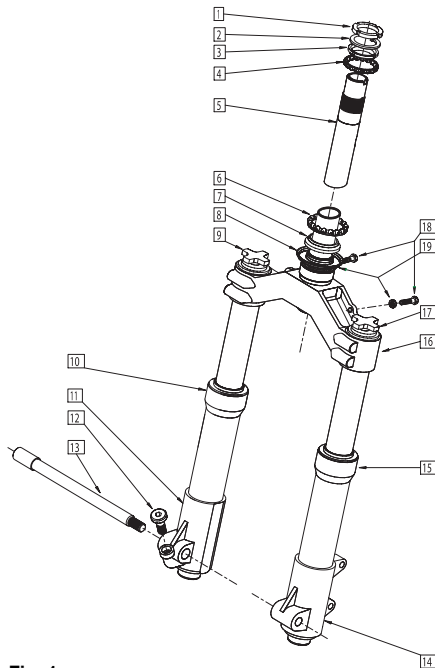

Fig. 1
- 4) Svitando la vite che lo fissa al tubo di sterzo (part. 5, **Fig. 1**) togliere il manubrio dalla forcella e rovesciarlo in avanti avendo cura di non danneggiare i vari cavi ad esso collegati.
- 5) Svitando la ghiera e l'anello cuscinetto superiore (part. 1-3, **Fig. 1**) si può ora smontare la forcella ORIGINALE dal vostro scooter, avendo cura di non danneggiare le due ralle a sfere (part. 4-6, **Fig. 1**). Togliere il cavo del contachilometri dalla sua sede di ancoraggio sul parafrangente ed il tubo del
- 4) Unscrew the screw that fastens the handlebar to the steering tube (part. 5, **Fig. 1**) and then remove the handlebar from the fork and turn it upside down, paying attention to avoid damage to the cables connected.
- 5) After unscrewing the lock nut and the upper bearing ring (part. 1-3, **Fig. 1**), you can now remove your scooter's ORIGINAL fork, paying attention not to damage the two ball-bearing fifth wheels (part. 4-6, **Fig. 1**). Remove the odometer cable from its anchor point on the fenders and the front brake tube.
- 4) Lösen sie die Schraube mit der der Lenker am Schaftrohr befestigt ist (Teil 5, **Fig. 1**), ziehen sie dann den Lenker vom Schaft und drehen sie ihn auf den Kopf; achten sie dabei darauf keine Kabel und Züge zu beschädigen.
- 5) Lösen sie die Kontermutter des Steuersatzes und entfernen sie den oberen Lagerring (Teil 1-3, **Fig. 1**). Sie können nun die Originalgabel entfernen. Achten sie dabei darauf dass sie die Lagerringe des Steuersatzes nicht beschädigen (Teil 4-6, **Fig. 1**). Lösen sie die Tachowelle und die Bremsleitung
- 7) Smontare dalla forcella originale l'anello cuscinetto inferiore ed il parapolvere avendo cura di non danneggiarli (part. 7-8, **Fig. 1**).
- 7) Remove the lower bearing ring and the dust cover from the original fork, paying attention to avoid damage (part. 7-8, **Fig. 1**).
- 7) Nehmen sie den unteren Lagerring und den Staubschutz von der originalen Gabel, achten sie dabei darauf diese nicht zu zerstören. (Teil 7-8, **Fig. 1**).
I T A L I A N O	<p>1.2) Per le forcelle 46 9627 e 4613086: Dopo aver pulito accuratamente la sede di montaggio del disco freno sulla ruota originale inserire il nuovo disco freno prestando attenzione al senso di rotazione inciso sul disco. Fissare il disco freno con le 5 viti fornite nel kit chiudendole a croce ed utilizzando un buon blocca filetti tipo Loctite 242. Chiudere le 5 viti con una coppia di 12 Nm.</p> <p>2) Montare il parapolvere (part. 8, Fig. 1) sulla nuova forcella Malossi.</p> <p>3) Montare l'anello cuscinetto inferiore (part.7, Fig. 1) sulla forcella Malossi avendo l'accortezza di portarlo ad una temperatura non superiore ai 150 °C al fine di facilitare l'inserimento nella propria sede, avendo cura di non danneggiare in nessun modo la sede di scorrimento delle sfere.</p> <p>4) Montare sulla forcella Malossi i due bulloncini (part. 18, Fig. 1) con i rispettivi controdadi (part. 19, Fig. 1) che servono per regolare le battute di fine corsa dello sterzo.</p>
E N G L I S H	<p>1.2) For 46 9627 - 4313086 forks: After thoroughly cleaning the assembly seat for the brake disc on the original wheel, insert the new brake disc while respecting the rotation direction cut into the disc. Fasten the brake disc in place using the 5 screws supplied in the kit by cross procedure and then using a good thread glue such as Loctite 242. Tighten these 5 screws to a torque of 12 Nm.</p> <p>2) Assemble the dust cover (part. 8, Fig. 1) on the new Malossi fork.</p> <p>3) Assemble the lower bearing ring (part. 7, Fig. 1) on the Malossi fork, while taking the measure of heating it to a temperature of no more than 150°C in order to facilitate insertion in the housing and paying attention not to damage the ball bearing housing.</p> <p>4) Assemble the two bolts (part. 18, Fig. 1) with their lock nuts (part. 19, Fig. 1) that serve for the adjustment of the steering stroke end points on the Malossi fork.</p>
D E U T S C H	<p>1.2) Für 46 9627 und 4313086 Gabeln: Reinigen sie den Sitz der Bremsscheibe auf dem originalen Rad gründlich, montieren sie dann die neue Bremsscheibe unter Beachtung der Laufrichtung. Ziehen sie die 5 mitgelieferten Schrauben über Kreuz bis zu einem Anzugsmoment von 12 Nm an., Benutzen sie dabei einen Schraubensicherungskleber (Loctite 242).</p> <p>2) Montieren sie den Staubschutz (Teil 8, Fig. 1) auf der neuen Malossi Gabel.</p> <p>3) Montieren sie den unteren Steuersatzlagerring (Teil 7, Fig. 1) auf der Malossi Gabel, erhitzen sie den Ring auf maximal 150° C und achten sie darauf bei der Montage die Lagerfläche nicht zu beschädigen.</p> <p>4) Montieren sie die beiden Schrauben (Teil 18, Fig. 1) mit den dazu gehörenden Anschlagsschrauben (Teil 19, Fig. 1) mit denen der Lenkansschlag der Malossi Gabel eingestellt wird.</p>
- 6) Inserire la ralla inferiore (part. 6, **Fig. 1**) nel tubo di sterzo e posizionarla sull'anello cuscinetto inferiore, avendo cura se necessario di lubrificarla con una adeguata quantità di grasso (Fiat Z2 oppure IP Autogrease LZ).
- 7) Inserire la vostra nuova forcella Malossi nel canotto di sterzo dello scooter avendo cura che le due viti di fermo sterzo (part. 18, **Fig. 1**) siano rivolte verso la parte posteriore dello scooter.
- 8) Inserire nella parte superiore del tubo di sterzo la ralla superiore (part. 4, **Fig. 1**) dopo averla adeguatamente lubrificata con grasso. Fissare provvisoriamente la forcella avvitando l'anello cuscinetto superiore (part. 3, **Fig. 1**).
- 6) Insert the lower fifth wheel (part. 6, **Fig. 1**) in the steering tube and position it on the lower bearing ring, making sure to adequately grease (using Fiat Z2 or IP Autogrease LZ types) if required.
- 7) Insert your new Malossi fork in your scooter's steering tube, making sure that the two steering retainer screws (part. 18, **Fig. 1**) face the scooter's rear.
- 8) Insert the upper fifth wheel (part. 4, **Fig. 1**) in the upper part of the steering tube after adequate greasing. Temporarily fasten the fork in place by screwing in the upper bearing ring (part. 3, **Fig. 1**).
- 6) Setzen sie den unteren Lagerring (Teil 6, **Fig. 1**) auf den Gabelschaft auf und legen sie ihn auf den unteren Lagerring, stellen sie sicher das dieser ausreichend geschmiert ist (benutzen sie dazu Fiat 2 oder IP Autogrease LZ oder ein vergleichbares Fett).
- 7) Setzen sie ihre neue Malossi Gabel in das Steuerrohr ihres Rollers ein, stellen sie dabei sicher dass die beiden Halteschrauben (Teil 18, **Fig. 1**) zum Heck des Rollers zeigen.
- 8) Setzen sie den oberen Lagerring (Teil 4, **Fig. 1**) in die obere Lagerschale ein, fetten sie ihn großzügig. Halten sie die Gabel in dieser Position in dem sie den oberen Konusring aufschrauben (Teil 3, **Fig. 1**).
- 10.1) Chiudere l'anello superiore (part. 3, **Fig. 1**) con una coppia torcente di 50-60 Nm e poi svitare l'anello di 80-90°.
- 10.2) Inserire la rondella di fermo (part. 2, **Fig. 1**).
- 10.3) Chiudere la ghiera (part. 1, **Fig. 1**) con una coppia torcente di 30-40 Nm.
- 10.1) Tighten the upper ring (part. 3, **Fig. 1**) to a torque of 50-60 Nm and then unscrew the ring by 80-90°.
- 10.2) Insert the lock washer (part. 2, **Fig. 1**).
- 10.3) Tighten the lock nut (part. 1, **Fig. 1**) to a torque of 30-40 Nm.
- 10.1) Ziehen sie den Konusring (Teil 3, **Fig. 1**) mit einem Anzugsmoment von 50-60 Nm an, drehen sie dann den Ring um 80-90°.
- 10.2) Legen sie die Nasenscheibe ein (Teil 2, **Fig. 1**).
- 10.3) Ziehen sie die Kontermutter (Teil 1, **Fig. 1**) mit einem Anzugsmoment von 30-40 Nm an.